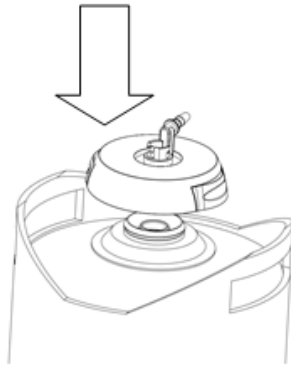

Figuur 5 (*Alleen voor 5L-vaten*)
met het biervaatje (zoals in figuur 5 hieronder). Na plaatsing van de klep kunt u het biervaatje plaatsen in de koeling van het apparaat.
7. BIJ EEN 5L-VAT: Vervang de bierslang met de nieuwe adapter (nieuwe Heineken-aansluiting) met de tap van het apparaat. Sluit dan het vaatje aan (Figuur 5).